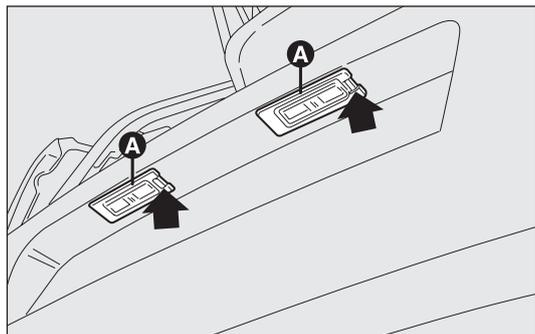

fig. 173
- agir sur le point indiqué par la flèche et enlever le transparent A-fig. 173 ;